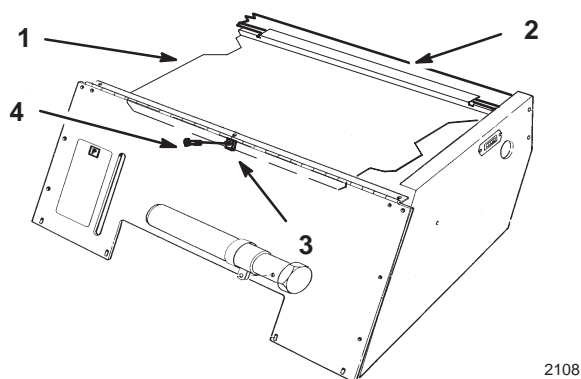

Figure 13
1. Soulevez le siège et enlevez le boulon central (Fig. 13).
2. Dégagez le protège-courroie du rebord arrière de sécurité à l'arrière de l'ouverture (Fig. 13).
3. Déposez le protège-courroie (Fig. 13).
2. Engagez le rebord arrière du protège-courroie dans l'arrière de l'ouverture (Fig. 13).
3. Vissez le boulon central dans l'écrou et le protège-courroie (Fig. 13).